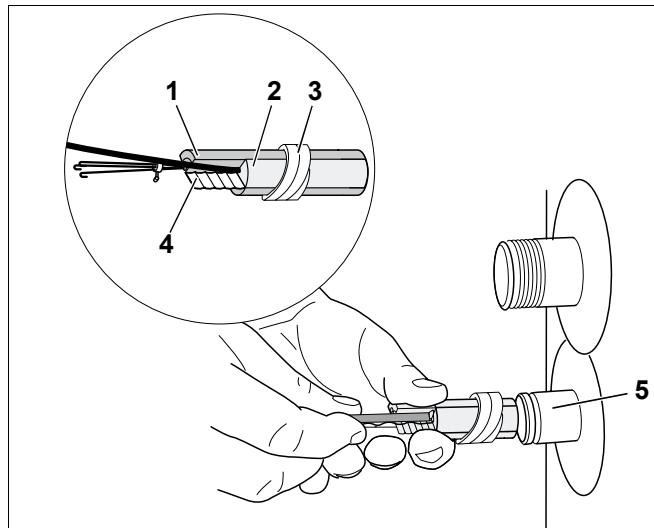

Рис. 7 Установка датчика горячей воды
- Комплект с датчиком (рис. 7, поз. 1 - 4) вставить до упора в гильзу (рис. 7, поз. 5).
При этом пластмассовая спираль (рис. 7, поз. 3), прижимающая датчик, автоматически сдвигается назад.
Компенсационная пружина (рис. 7, поз. 4) создает контакт между гильзой и поверхностью датчика, что обеспечивает надежную передачу температуры.